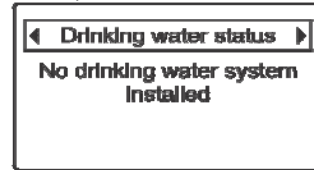

РИС. 105
1. Нажать кнопки ВЛЕВО (◀) или ВПРАВО (▶) на пульте дистанционного управления для ручного перехода к экрану **Состояние питьевой воды** (См. Рисунок 105).